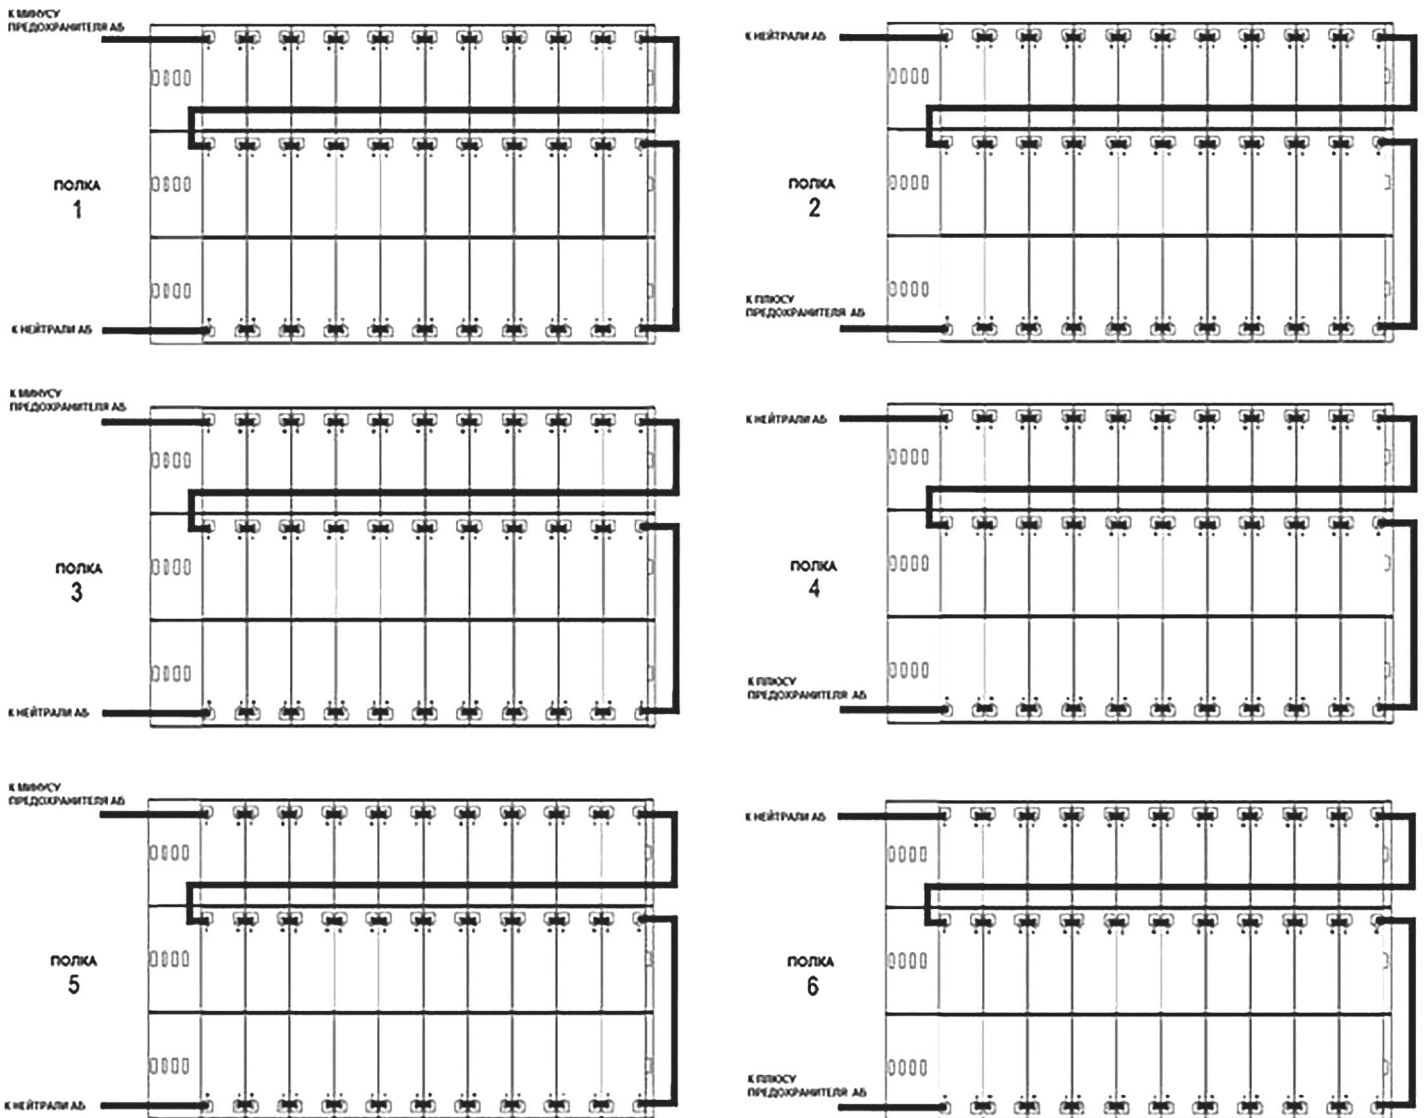

Рисунок 11 – Лоток подключения батареи 7/9/11Ач 12В вид сверху
2) Установите батареи, полученные в отдельных упаковках, в соответствии с рис. 11 и 12.